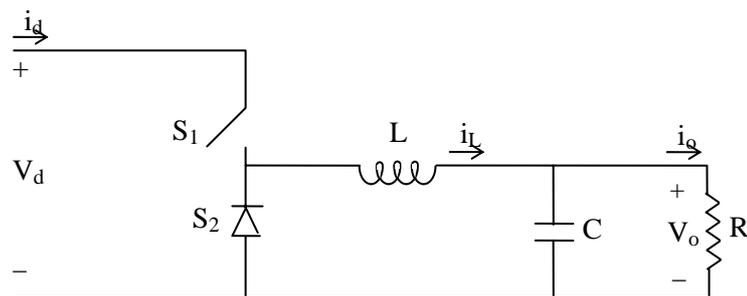

Figura 3
13.- El convertidor continua/continua reductor de la figura 3 se alimenta de una tensión de entrada de 12 V. La tensión de salida debe tener un valor medio de 5 V y un rizado de 20 mV. La frecuencia de conmutación es de 25 KHz. Si se limita el rizado de la corriente que atraviesa la bobina a 0'8 A, determinar: